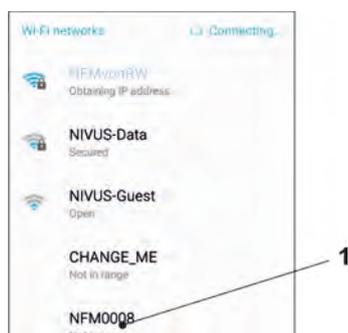

Fig. 31-4 Liste WLAN
4. Dans la liste WLAN, choisir le NFM (Fig. 31-4 point 1) avec le SSID correspondant (état de livraison = numéro de série).